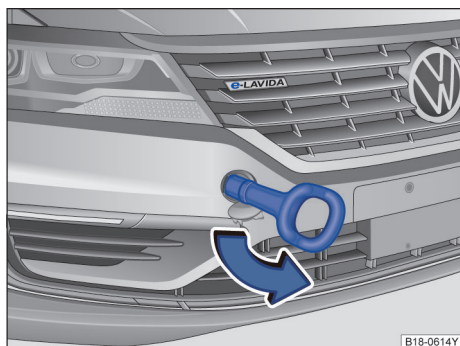

图 132 安装牵引环
- 将牵引环朝箭头方向拧入螺纹孔内，直到限位位置⇒图 132。